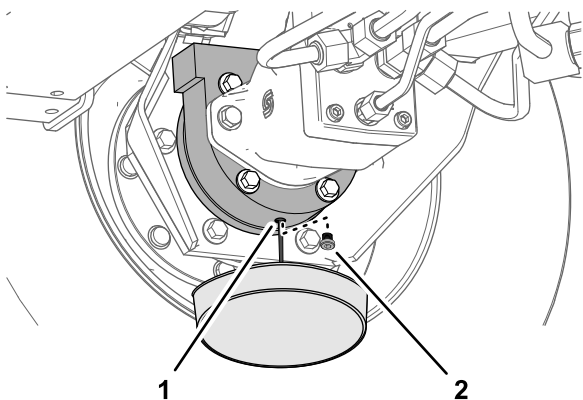

図 68
6. ブレーキハウジングの下に容器を置き、プラグを外してオイルを抜く図 68。